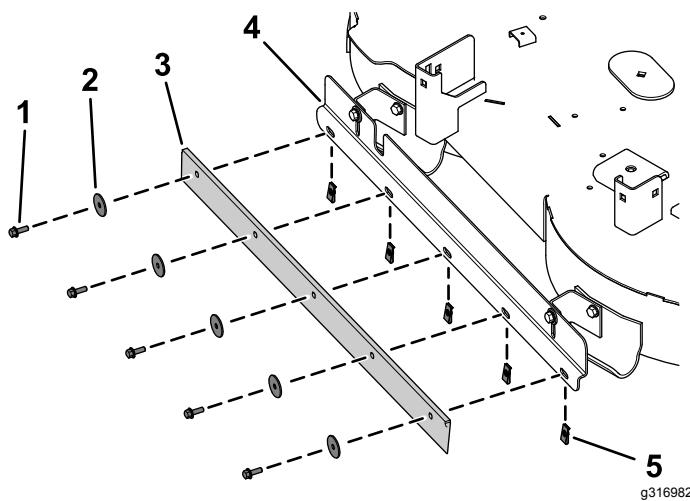

Figure 3
2. Vissez les 5 écrous rapides sur le support du traceur (Figure 3).
3. Fixez le racloir sur le support du traceur et les écrous rapides à l'aide de 5 vis à tête hexagonale (1/4 x 3/4 po) et 5 rondelles (Figure 3).